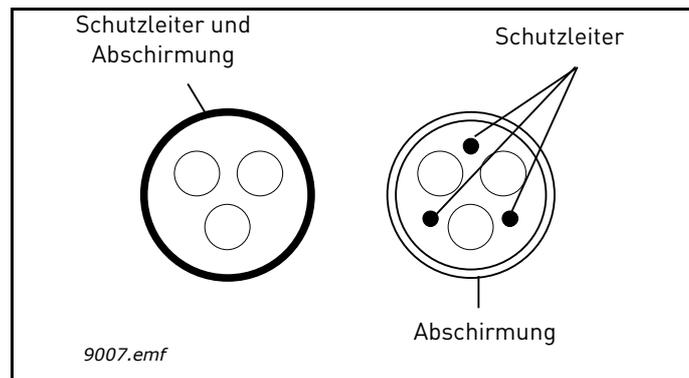

Abbildung 21.
- 2 = Symmetrisches Stromkabel mit konzentrischem Schutzleiter für spezifische Netzspannung (MCMK o. Ä. empfohlen). Siehe Abbildung 21.
- 3 = Symmetrisches Stromkabel mit kompakter niederohmiger Abschirmung für spezifische Netzspannung [MCCMK, EMCMK o. Ä. empfohlen; empfohlene Übertragungsimpedanz der Kabel (1...30 MHz) max. 100 m Ω /m]. Siehe Abbildung 21.